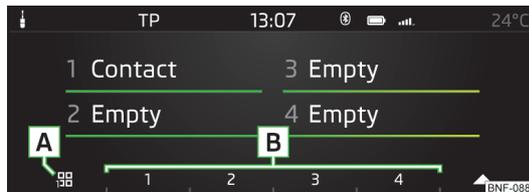

Fig. 112
- Appuyez à plusieurs reprises sur la touche de fonction [A] » fig. 112 pour sélectionner le groupe souhaité.
- Pour démarrer l'établissement de la connexion appuyez sur la touche de fonction du contact souhaité [B] » fig. 112.